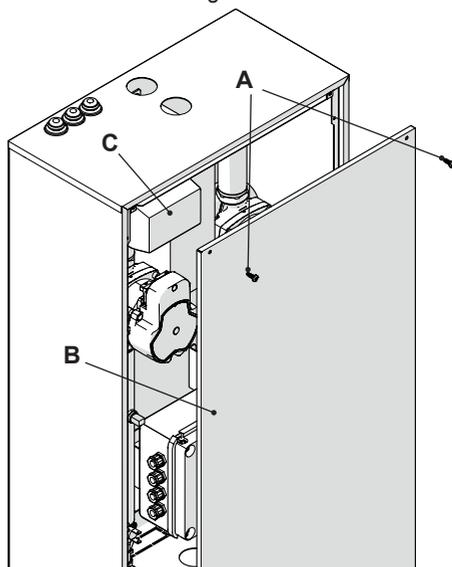

Figura 3.1
- Svitare le viti (A) e rimuovere la porta (B).
- Sganciare il gancio posto nella parte inferiore del motore della valvola miscelatrice (C) quindi, rimuovere il motore ruotandolo in senso antiorario Figura 3.1.